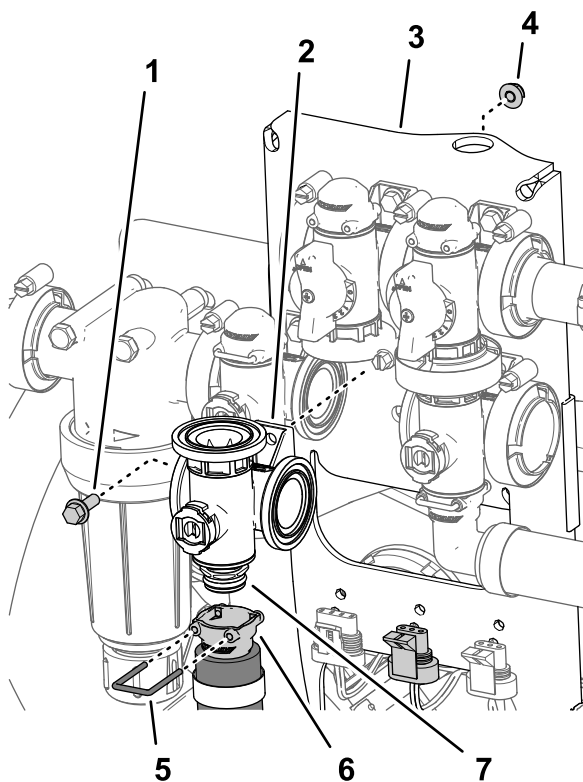

Bild 116
- Entfernen Sie den Halter, mit dem die Schnelltrennbuchse an der Schnelltrennkupplung des Verteilers für das Rührwerkventil befestigt ist (Bild 116).
- Entfernen Sie die Bundkopfschraube ($\frac{1}{4}$ " x $\frac{3}{4}$ ") und Sicherungsbundmutter ($\frac{1}{4}$ "), mit denen das Rührwerkventil an der Ventilbefestigung befestigt ist, und entfernen Sie den Ventilverteiler von der Maschine (Bild 116).